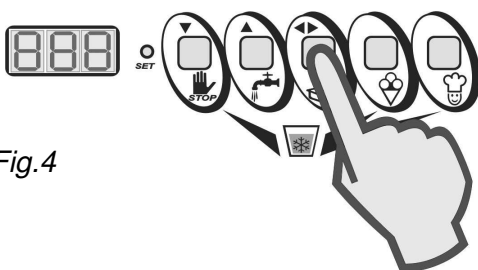

Fig.4
6. Si vous ne désirez pas modifier la valeur de l'étape sélectionnée, appuyer sur la touche "**AGITATION** (**▲**)" pour accéder directement à l'étape successive (Fig. 4).